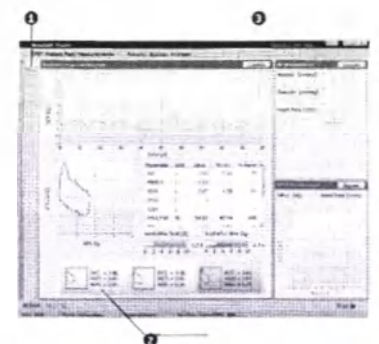

Рис. 51: Модуль рабочего процесса Pretest Rest Measurements (Предварительные замеры в состоянии покоя)
- Нажмите кнопку запуска ➊ (➤ рис. 51), чтобы начать запись максимальной петли «поток-объем» (Maximum Flow-Volume-Loop). Попросите пациентов/субъекта выполнить необходимые действия. После записи удовлетворительных результатов этих действий завершите тест, однократно нажав на кнопку.